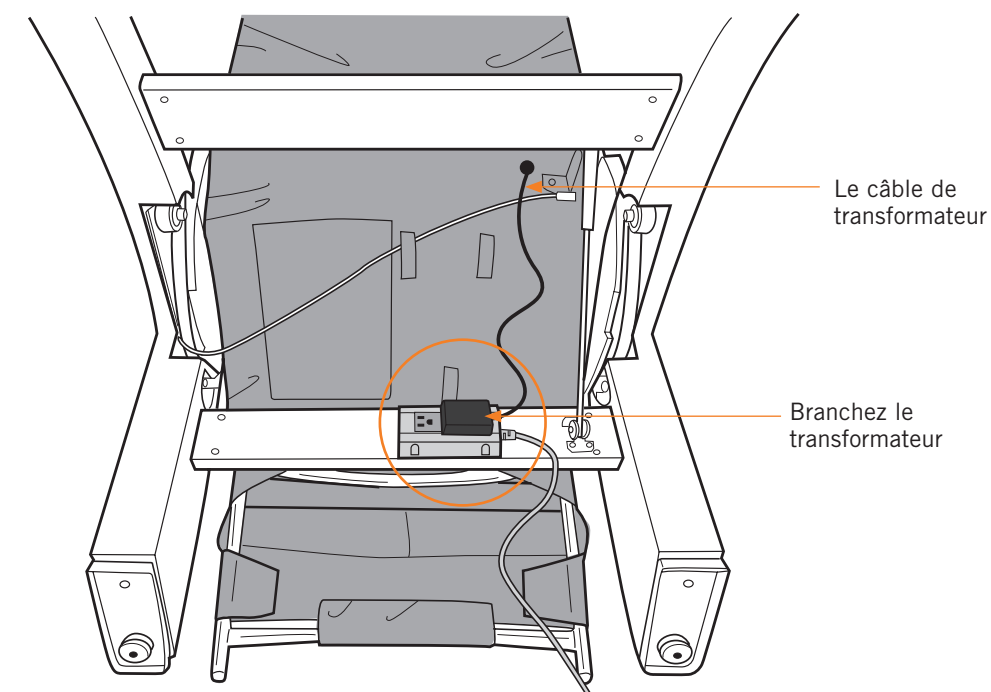

Fig.13
4. Branchez le transformateur dans la multiprise, puis acheminez le câble de transformateur jusqu'au trou dans le tissu de fauteuil (Fig.13).